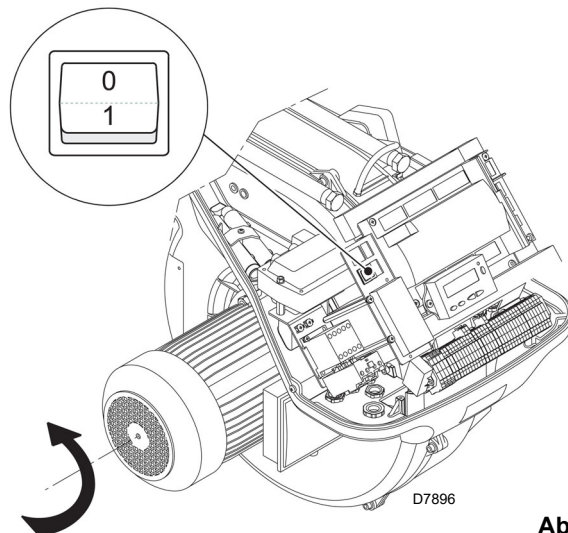

Abb. 28
Schließen Sie die Thermostate/Druckwächter und bringen Sie den Schalter in Abb. 28 in Position "1".
Stellen Sie sich, sobald der Brenner startet, vor dem Kühlgebläse des Gebläsemotors auf und prüfen Sie, ob sich dieses entgegen dem Uhrzeigersinn dreht. Siehe Abb. 28.
- Stellen Sie den Schalter von Abb. 28 in Position "0" und warten Sie ab, dass das Steuergerät die Abschaltphase ausführt;
Der Brenner befindet sich im Wartestatus bei Wärmeanfrage oder der Wahlschalter "0-1" (Abb. 28 auf Seite 34) steht auf Position "0".
Mit dem Wahlschalter "0-1" von Abb. 28 auf Seite 34 schaltet der Brenner nicht sofort aus, sondern es wird die Abschaltphase ausgeführt.